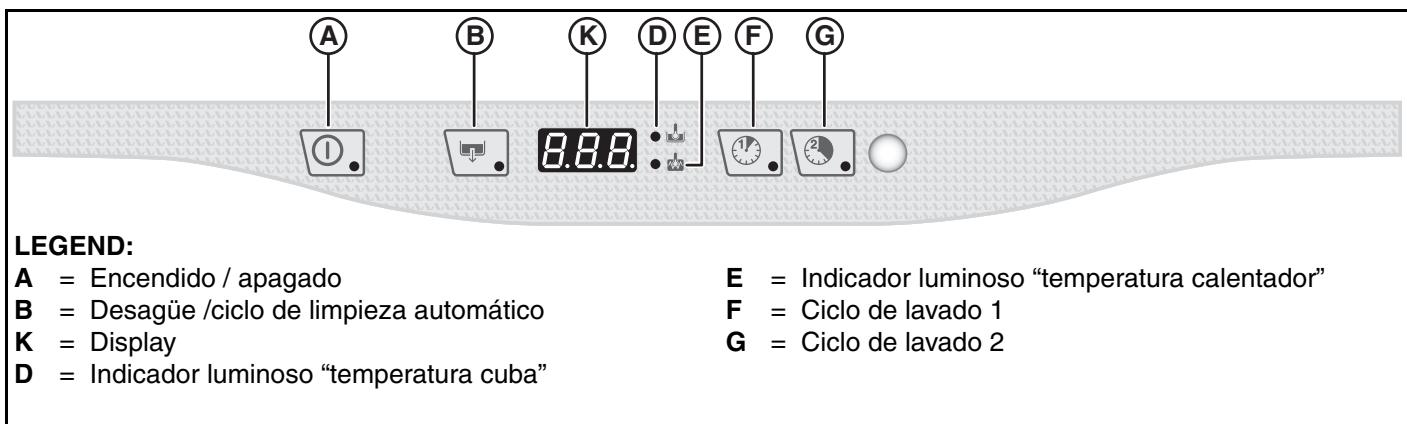

Figura 14
Se enciende la luz piloto del botón "A" (Figura 14), que indica la puesta en marcha del lavavajillas y la carga y
Para visualizar la temperatura del calentador durante el calentamiento de la cuba, abra la puerta y oprima el botón "F" (Figura 14).
Para vajillas poco sucias o vasos, oprima el botón "F" (Figura 14) (véase la tabla de tiempos).
Para vajillas con suciedad normal, oprima el botón "G" (Figura 14) (véase la tabla de tiempos).
Para vajillas muy sucias, oprima el botón "F" (Figura 14) (véase la tabla de tiempos).
- Seleccione el ciclo de desagüe oprimiendo el botón "B" (Figura 14).
- Apague el lavavajillas oprimiendo el botón "A" (Figura 14).
Cierre la puerta y seleccione el ciclo de desagüe oprimiendo el botón "B" (Figura 14).
Apague el lavavajillas oprimiendo el botón "A" (Figura 14)
Oprima el botón de encendido/apagado "A" (Figura 14).
Se enciende la luz piloto del botón "A" (Figura 14), que indica la puesta en marcha del lavavajillas la carga y calentamiento del agua. "FILL" se muestra en movimiento en el display durante toda la fase de llenado y calentamiento.
Cierre la puerta y oprima el botón “G” para poner en marcha el **Ciclo II** (Figura 14). La duración del ciclo es de 4 minutos.